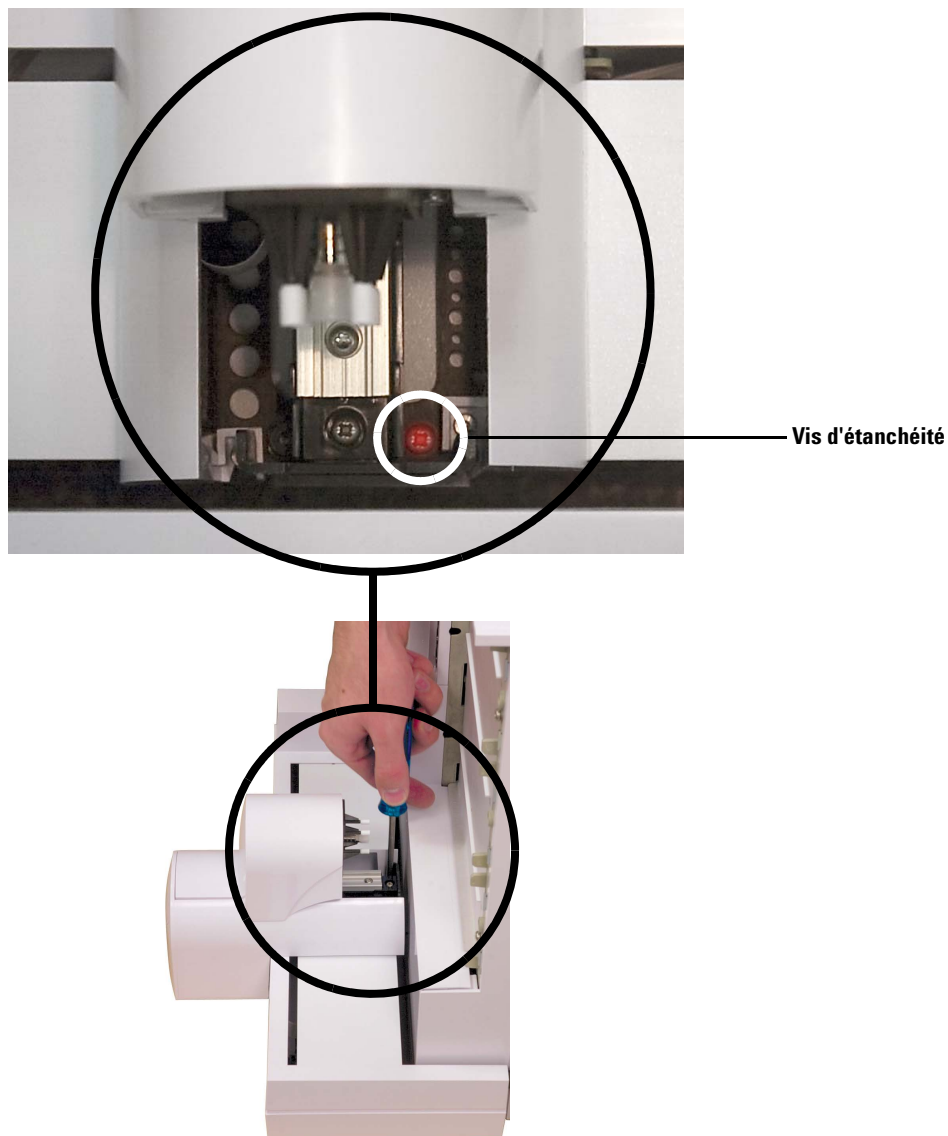

Figure 11 Retrait de la vis d'étanchéité de l'ensemble portique
- 9 Retirez la vis d'étanchéité à l'aide d'un tournevis et de pinces brucelles (Figure 11).